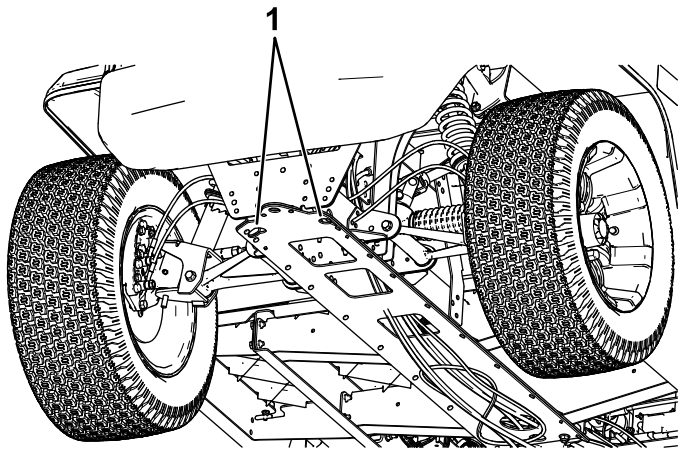
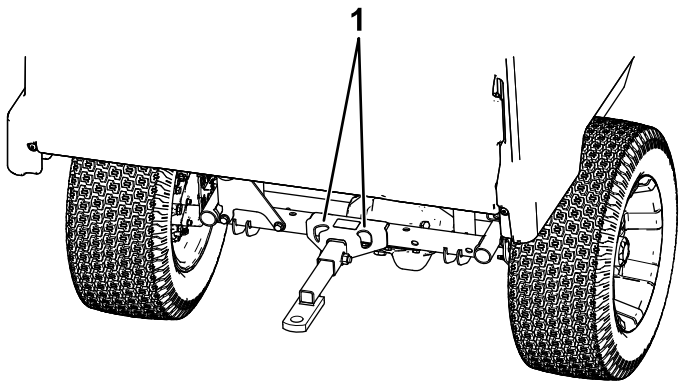

Figure 24
Figure 25
L'emplacement des points d'arrimage sur la machine est indiqué à la Figure 24 et la Figure 25.
2. Accrochez un câble de remorquage à la flèche d'attelage à l'avant du cadre de la machine (Figure 24).